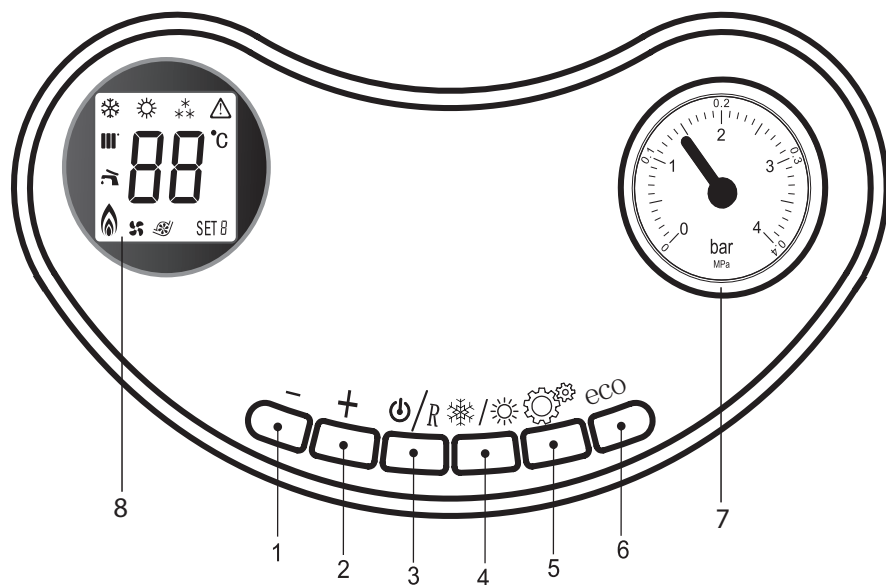

Рис. 2 Панель управления
- Нажмите кнопку включения (см. рис. 2 поз. 3) и удерживайте ее, пока котел не включится;
Если на дисплее возникает код ошибки (см. разд. 13), нажмите кнопку RESET («Сброс») (см. рис. 2 поз. 3). В следующие 30 секунд система повторит цикл розжига.
- Нажмите и удерживайте в течение 5 секунд кнопку выключения котла (см. рис. 2 поз. 3);